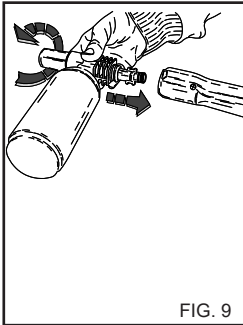

FIG. 9
2) Die Verlängerung des Griffs entfernen und das Reinigungsmittelsprühsystem einsetzen (Fig. 9), den Hochdruckreiniger einschalten und die zu reinigende Fläche von unten nach oben einsprühen.